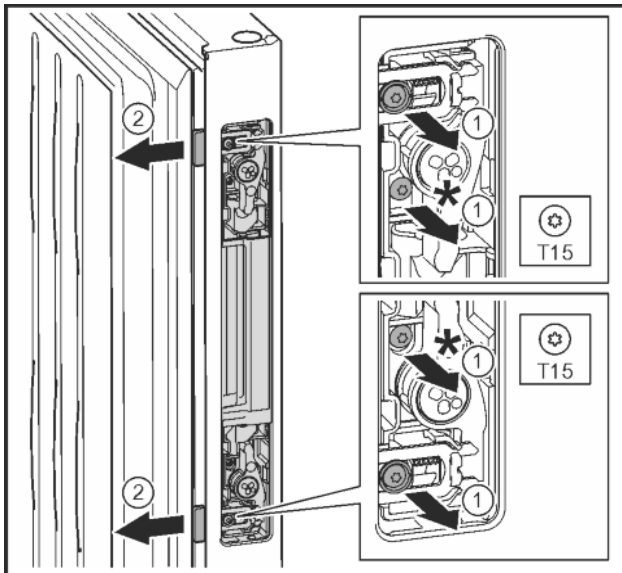

Fig. 35
- ▶ Выкрутить винты вместе с серыми пластмассовыми колпачками отверткой T15 Fig. 35 (1)
- ▶ С усилием извлечь защелку механизма открывания двери. Fig. 35 (2)